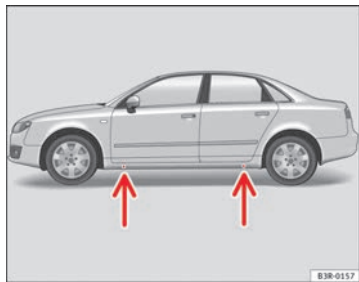

Abb. 184 Radwechsel:
- Suchen Sie den **Aufnahmepunkt** am Unterholm, der dem defekten Rad am nächsten liegt ⇒ Abb. 184 -Pfeile-.
Am Unterholm kennzeichnen jeweils vorn und hinten Eindrückungen die Stellen, an denen der Wagenheber angesetzt werden darf ⇒ Abb. 184 -Pfeile-. Es gibt für jedes Rad genau *eine* Stelle. An anderen Stellen darf der Wagenheber nicht angesetzt werden.